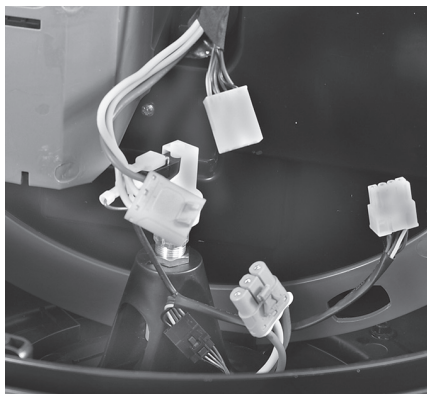

图 21 — 分离上壳体与下壳体之间的连接器
2. 用手分离电机连接器和霍尔效应传感器连接器 (图 21)。